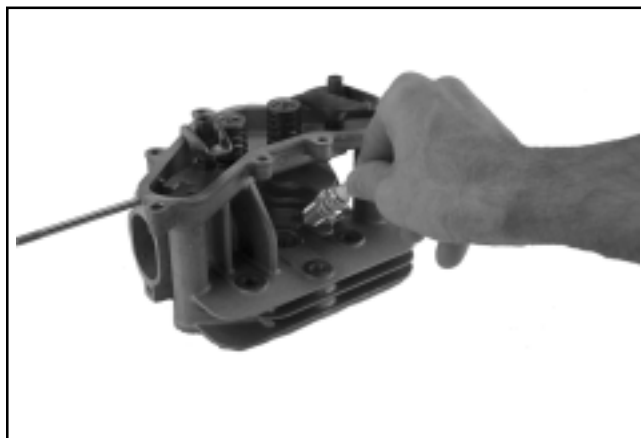

Figure 8-32. Dépose de la bougie.
- Retirer la bougie. Voir la Figure 8-32.